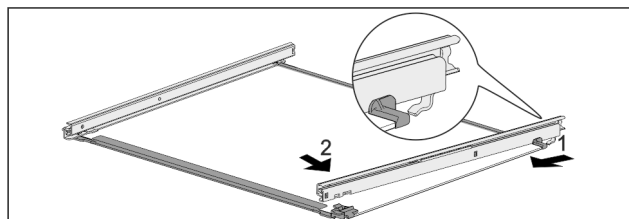

Fig. 192 Ripiano in vetro con guide
- Agganciare la guida sul lato posteriore. Fig. 192 (1)
- Innestare la guida sul lato anteriore. Fig. 192 (2)